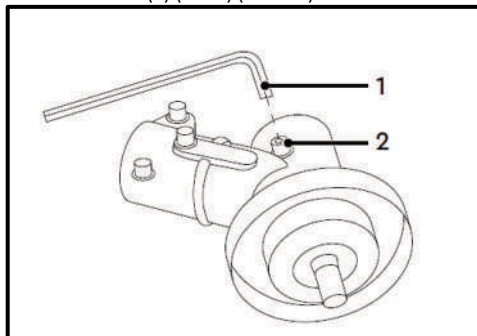
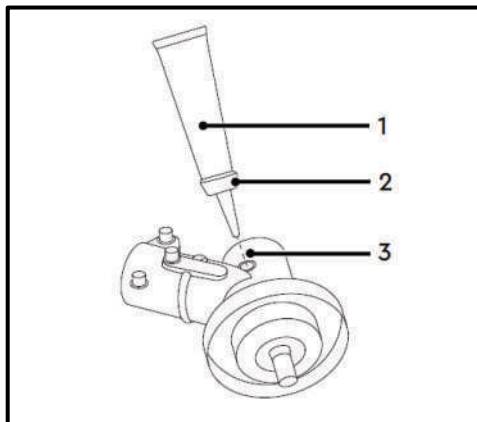

Рис. 48
Рис. 49
- Ключем (1) (5 мм) відгвинтіть гвинт (2) (Рис. 48);
- Додайте мастило в отвір (3). Для зручності введення мастила нагвинтіть на тубик (1) ковпачок (2) (Рис. 49);
- Встановіть гвинт в отвір (3) (Рис. 49) та затягніть його ключем (1) (5 мм) (Рис. 48).